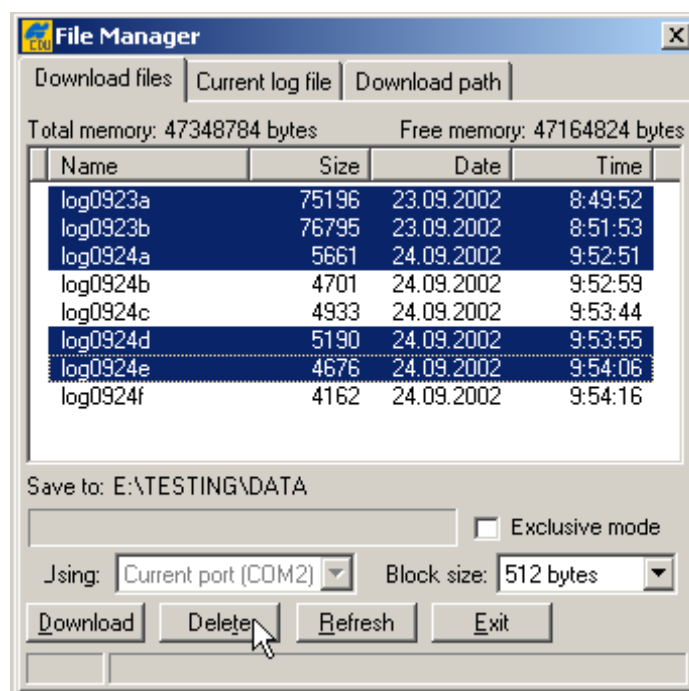

Рисунок 5-14. Удаление файлов
- Выберите пункт меню **File > File Manager (Файл > Управление файлами)** и в появившемся диалоговом окне **File Manager (Управление файлами)** выберите вкладку *Download path (Каталог для загрузки)*, см. рис. 5-14 на стр. 5-9.
- Щелкните на кнопке *Delete (Удаление)*, см. рис. 5-14 на стр. 5-9.